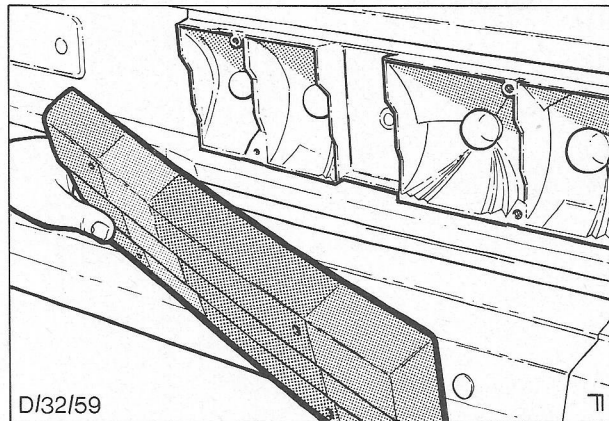

Fig. 19. Verwijderen van de lens van de achterlamp.
1. Verwijder de vier schroeven waarmee de lens aan de lamp is bevestigd. Fig. 19.